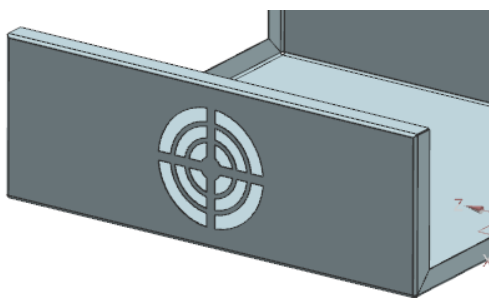

图 6-95 创建法向除料特征
(5) 在“法向除料”对话框中，单击按钮，创建法向除料特征，如图 6-95 所示。